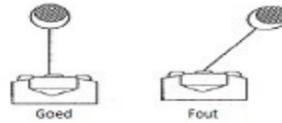

Figure 2
5. **Évitez de tirer continuellement le treuil à partir d'angles extrêmes**, car cela pourrait bloquer le câble dans le treuil et l'endommager. Le câble dans le treuil peut se coincer et endommager le câble ou le treuil lui-même (fig. 2). (fig. 2).